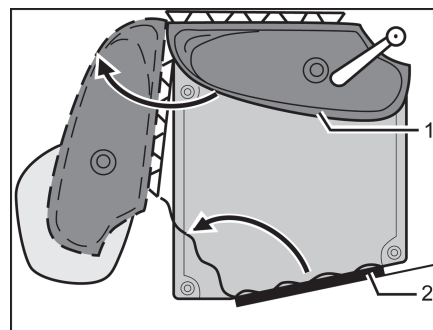

Fig. 272 Toilettes Vario
- Tourner le lavabo avec la paroi arrière (Fig. 272,1) dans le sens de la flèche.
- Pénétrer le cabinet de toilette et fermer et verrouiller la porte des toilettes (Fig. 272,2) de l'intérieur.